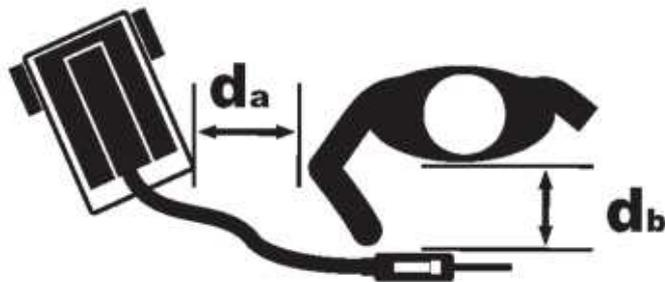

Fig. 7
- Держать голову и туловище как можно дальше от сварочного контура. Не работать рядом со сварочным агрегатом, сидя на нем или опираясь на него. Минимальное расстояние:  $D_a = 50$  см;  $D_b = 20$  см (Рис.7).